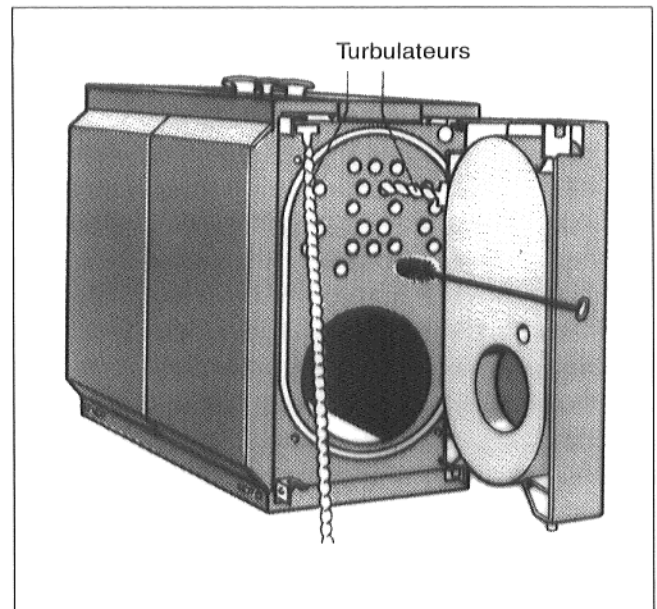

Fig. 25
- Retirer les turbulateurs des tuyaux de chauffage des tuyaux intercalés (Fig. 25).
- Brosser soigneusement les tubes de fumées (Fig. 25).